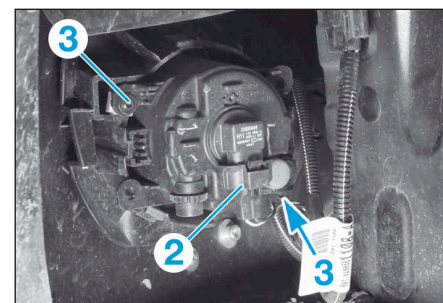

FIG.38
- Débrancher le connecteur électrique (2) (Fig.38).
- Déposer les vis (3) et le projecteur antibrouillard.